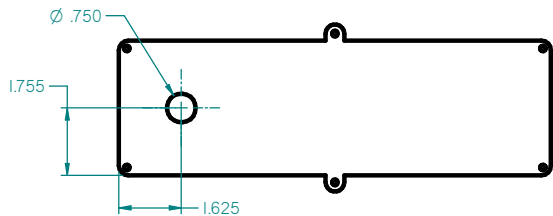
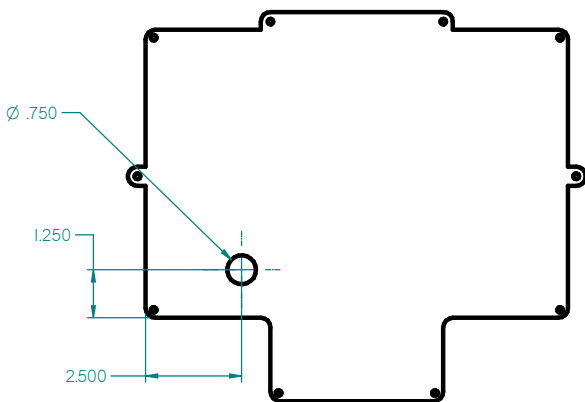

Fig 3a: Plaque arrière FLL avec le trou
Fig 3b: Plaque arrière FXL avec le trou
- Retirez la plaque arrière et Perçer un trou de diamètre 3/4 "sur l'endroit indiqué sur la figure 3a pour FLL ou la figure 3b pour FXL.